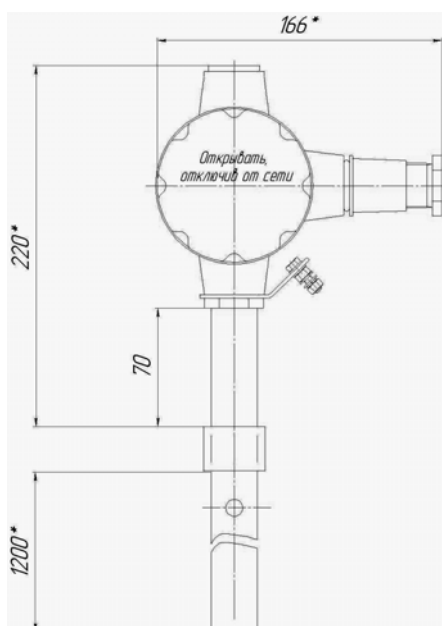

Рис. 2 Прибор контроля уровня жидкости СЖУ-1-ВУ.
К внешней линии прибор присоединяется с помощью штуцера с сальниковым уплотнением поз. 8, (рис. 2). Для этого при помощи ключа снять крышку монтажного отсека с надписью «ОТКРЫВАТЬ, ОТКЛЮЧИВ ОТ СЕТИ». Осуществить подключение кабелем, указанным в таблице 2 или аналогичным, в соответствии с таблицей 1 настоящего документа. Использовать ключ для завинчивания / отвинчивания крышек коробки взрывозащищенной КТА серии В(20) ТУ 3464-020-01403939-05.